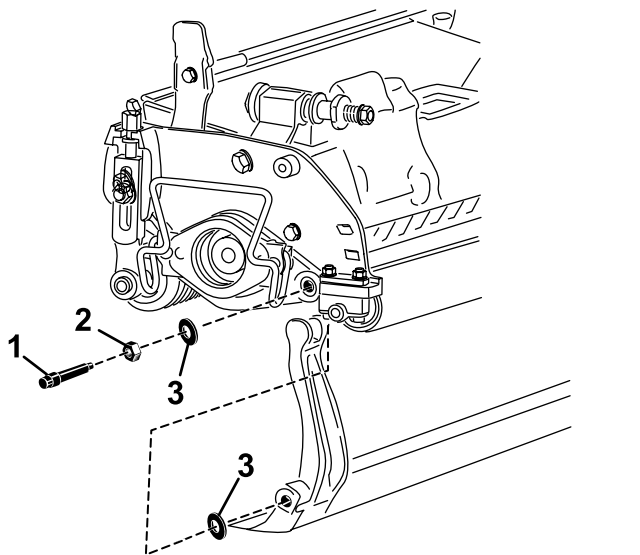

Bild 15
Bewahren Sie die zwei Nylonscheiben an jedem Ende des Untermesserträgers auf (Bild 15).
3. Legen Sie eine Nylonscheibe auf jede Seite des Seitenplattenansatzes. Legen Sie eine Stahlscheibe außen auf jede Nylonscheibe (**Bild 15**).